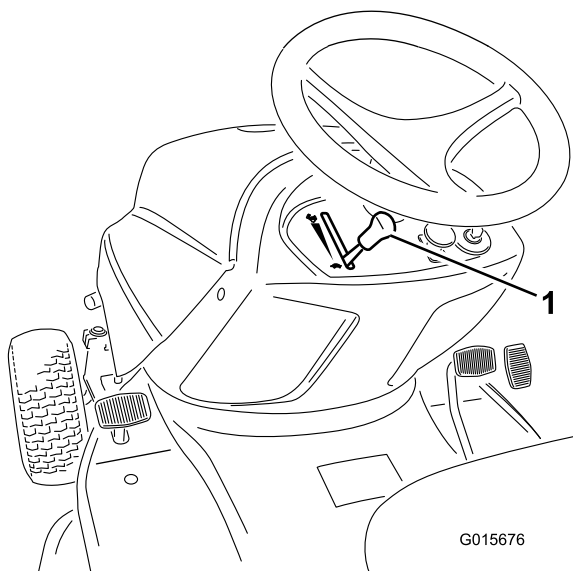

Figure 11
5. Si le moteur est froid, placez la manette d'accélérateur en position Starter (tout en haut) (Figure 11).
6. Placez la manette d'accélérateur en position Bas régime (tortue) (Figure 11).
1. Placez la manette d'accélérateur en position Bas régime (tortue) (Figure 11).